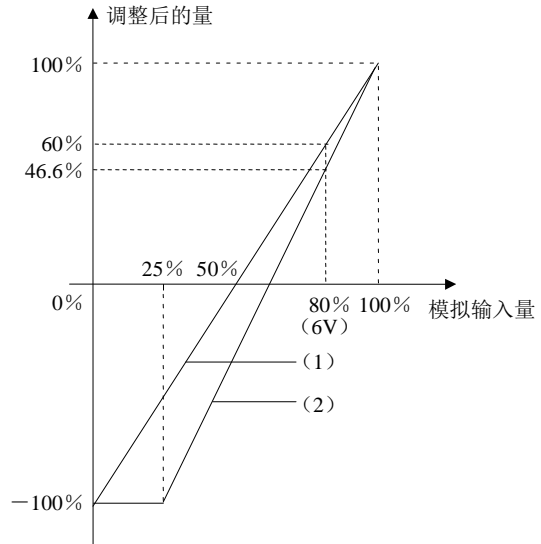

图 7-55 给定量调整曲线示意图
F17.06、F17.08 对给定量的调整关系如图 7-55 所示。
1. 图 7-55 横轴 0%~100% 定标模拟输入量 -10V~10V, 模拟输入量 10V 对应 100%, -10V 对应 0%, 6V 时即对应 60%。